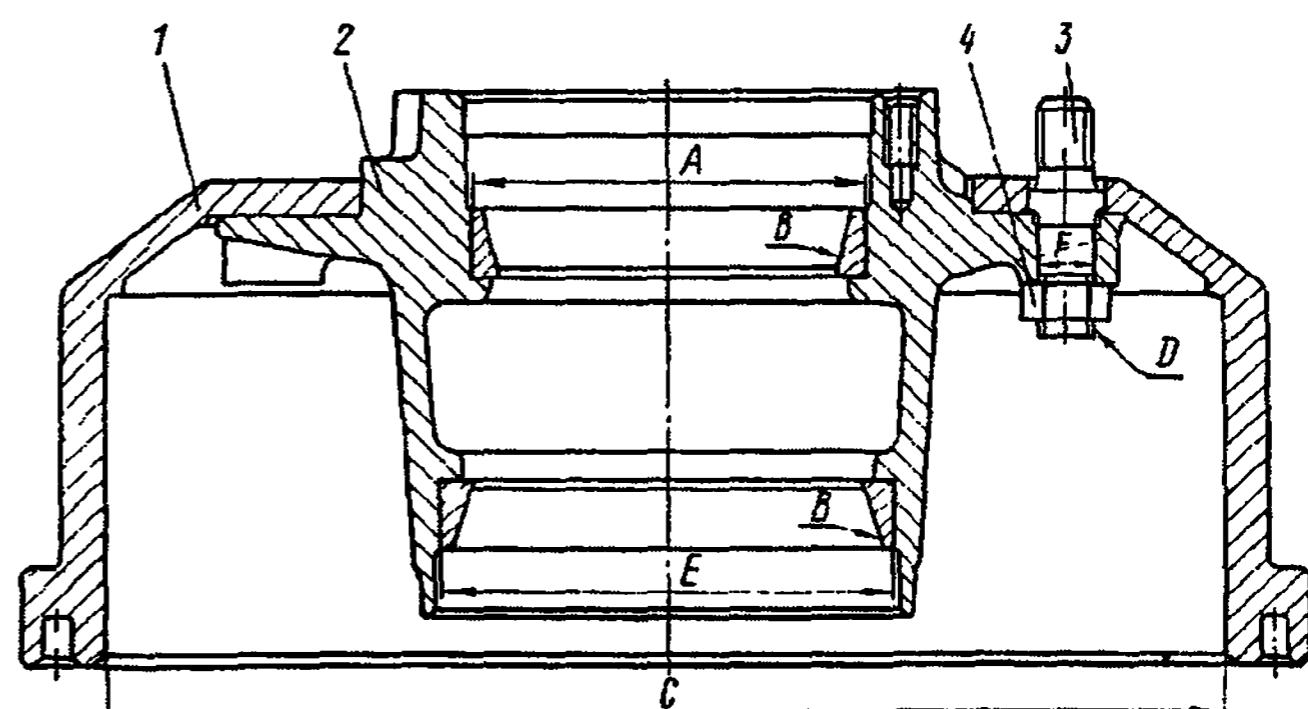

Рис. 241. Ступица колеса в сборе:
Ступица колеса с тормозным барабаном в сборе (рис. 241). Не допускается радиальное биение поверхности С при установке ступицы 2 колеса с тормозным барабаном 1 в сборе по наружным кольцам В подшипников более 0,2 мм, не устранимое расточкой барабана под ремонтный размер $\varnothing 406^{+0,38}$ мм.
8. Установите на ступицу 4 тормозной барабан 7, заверните гайки 5 и вдавите края гайки в двух точках D (см. рис. 241) в шпильку колеса	Торцовый ключ 30 мм, молоток, кернер, медная выколотка